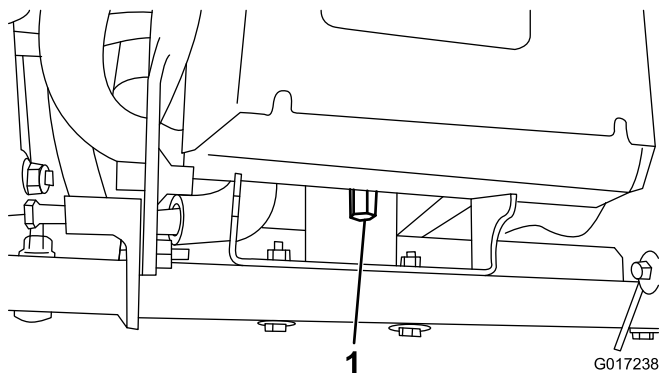

Figura 8
4. Serrate il dado lungo che fissa il retro della base della batteria al telaio della macchina (Figura 8).